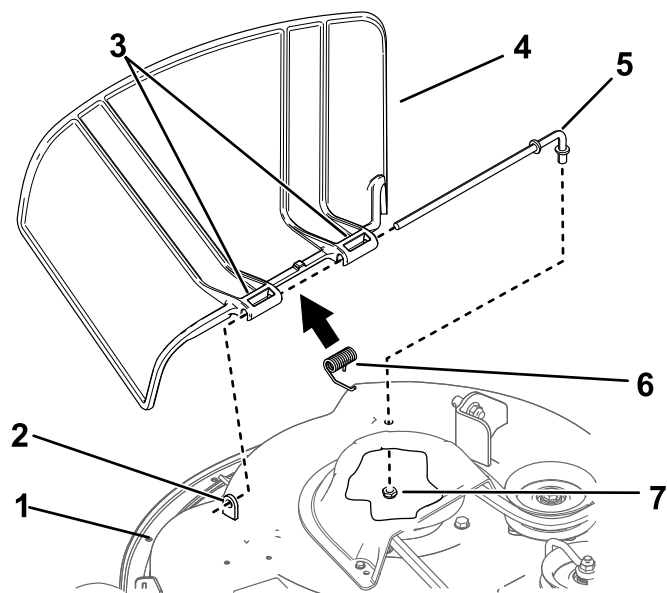

Figure 69
- Retirez l'écrou ($\frac{3}{8}$ po) de la tige, sous le tablier de coupe (Figure 69).
- Sortez la tige de la courte cheville de positionnement, du ressort et du déflecteur d'herbe (Figure 69).
- Montez le nouveau déflecteur d'herbe (Figure 69).
- Insérez la tige dans le deuxième support du déflecteur d'herbe (Figure 69).
9. Fixez l'extrémité arrière de la tige dans le tablier de coupe à l'aide d'un écrou ($\frac{3}{8}$ po), comme montré à la Figure 69.